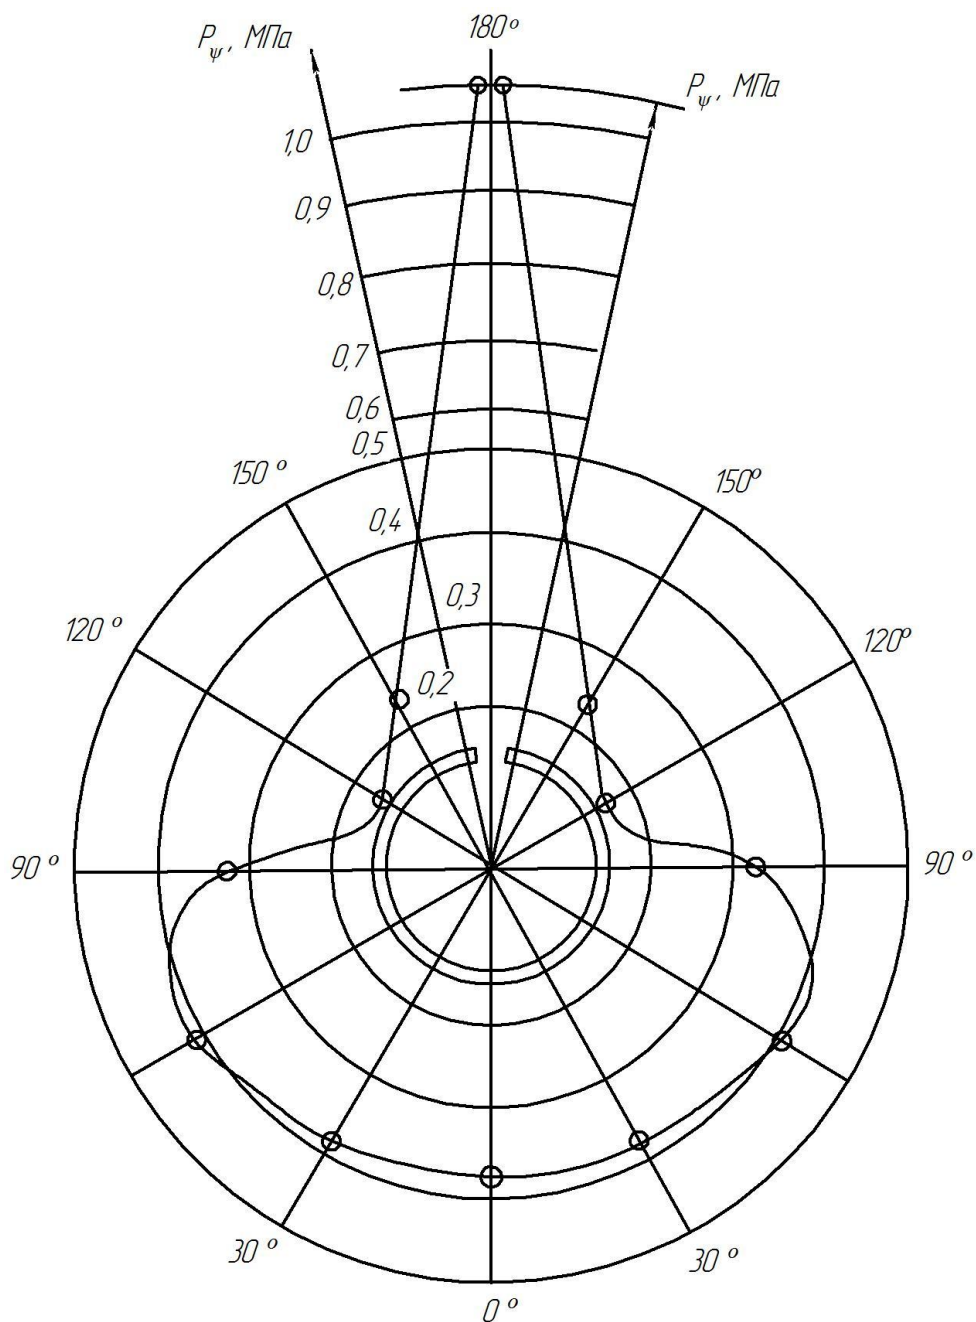

Рисунок 12 – Эпюра давления кольца на стенку цилиндра
По данным табл. 17 строим эпюру давлений кольца на стенку цилиндра (рис. 12).
4.3.4 Рассчитываем касательные напряжения от среза пальца в сечениях, расположенных между бобышками и головкой шатуна (см. рис. 12):